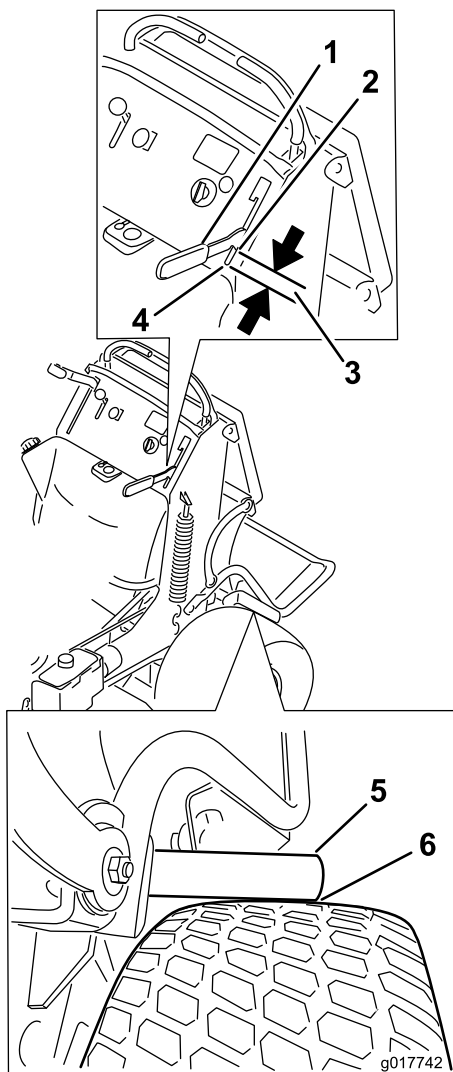

Figure 70
4. Engagez le levier de frein jusqu'à ce que les barres touchent juste le pneu (Figure 70).
5. Mesurez la distance entre l'avant du levier manuel et l'extrémité de la fente dans le panneau de commande lorsque la barre de frein rencontre le pneu. La distance doit être de 19 mm (3/4"). Réglez le frein au besoin (Figure 70).